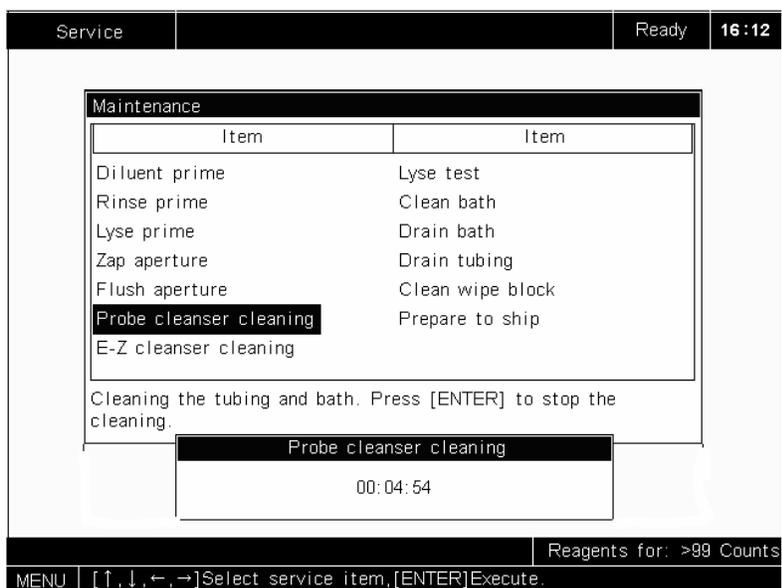

Рисунок 10-9 Процесс промывки
3. Когда процедура очистки закончится, анализатор начнёт 5-ти минутную процедуру тщательной промывки, как показано на **рис. 10-9**. Вы можете нажать [ENTER] до истечения времени промывки; но имейте в виду, что в таком случае она будет не настолько эффективна;